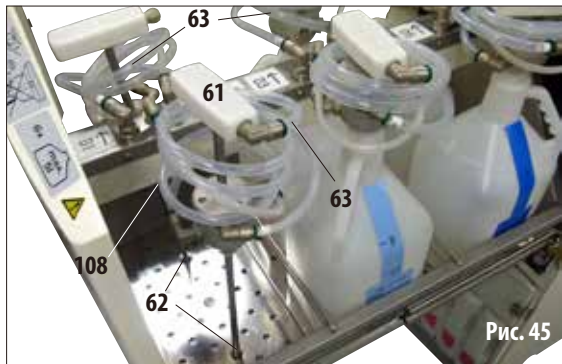

Рис. 45
- Для замены сменной ёмкости вытяните всасывающий патрубок за рукоятку (61) вертикально из сменной ёмкости. При этом другой рукой прижимайте конус к шейке ёмкости. После этого замените старую ёмкость новой (в выдвижном ящике!).
- Когда сменная ёмкость извлечена, вставьте заливной патрубок (61) в предусмотренное для него отверстие (62) в решётке на дне выдвижного ящика (рис. 45).